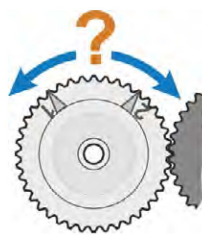

图7：观察旋转方向
- 仅适用于带有信号齿轮单元的执行机构：需观察白色中心轮的旋转方向（如图7所示），此步骤对于第10步来说很重要。